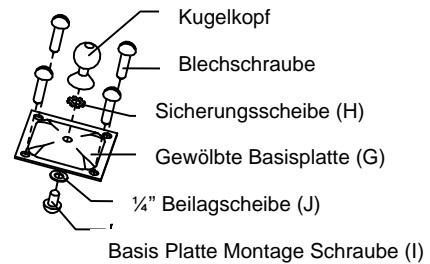
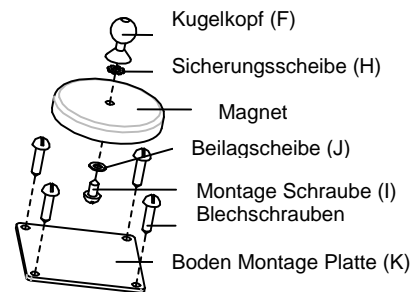

Bild 2 Gewölbte Basis Platte G10378
Bild 3 Magnet Halterung G10380
6. Zur Magnet Montage, wiederholen Sie Schritt 4 und ersetzen die gewölbte Basisplatte (Abb. 2) durch die Magnet Platte (Abb. 3).
7. Die gewölbte Basis Platte (Abb 2) oder die Boden Montage Platte (K) (Abb 3) sollten mit den 4 Metallschrauben (4) direkt am Fahrzeugboden montiert werden.